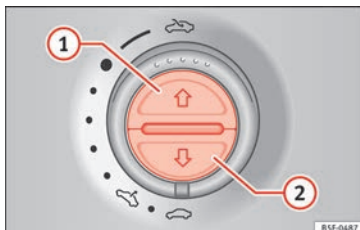

Fig. 139 Dans le ciel de pavillon : touches du store.
Ouvrir entièrement (automatiquement) :	Appuyez brièvement sur la touche » fig. 139 ①.
Interrompre le fonctionnement automatique :	Appuyez brièvement sur la touche » fig. 139 ① ou » fig. 139 ②.
Régler la position intermédiaire :	Maintenez enfoncée la touche » fig. 139 ① ou » fig. 139 ② jusqu'à parvenir à la position.
Fermer entièrement (automatiquement) :	Appuyez brièvement sur la touche » fig. 139 ②.
- *Store* : dans les 5 secondes qui suivent le déclenchement du dispositif anti-pincement, appuyez sur la touche » fig. 139 ② jusqu'à ce que le store se ferme complètement.